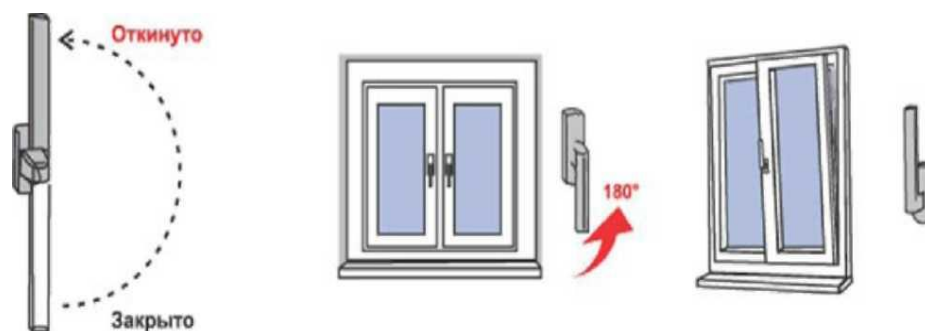

Рис.2
3) Для перевода створки из закрытого положение в откидное (поворот створки относительно нижней горизонтальной оси, положение «Откинута» на Рис.2) ручку поворачивают вертикально на 180 градусов вверх, затем, потянув за ручку, поворачивают створку относительно нижней горизонтальной оси на заданный изготовителем угол (не более 10 градусов) (откидной режим).
4) Для запираания створки из открытого или откидного положения ее сначала закрывают и, придерживая створку рукой, поворачивают ручку вертикально вниз (положение «Закрыто» на Рис. 2).